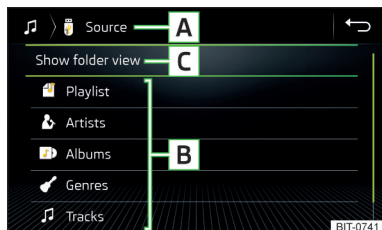

Abb. 134
**Multimedia-Datenbank** » Abb. 134